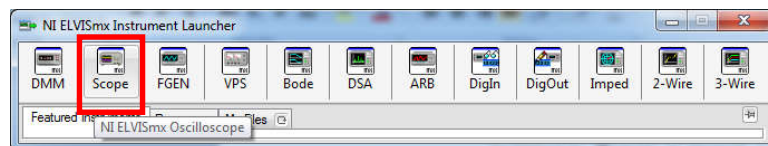

Рисунок 4.1 – Панель приборов макетной платы NIELVISII
- 4.2 В появившемся окне выбрать пункт «Scope», который отвечает за запуск пользовательского интерфейса цифрового осциллографа (рисунок 4.1);